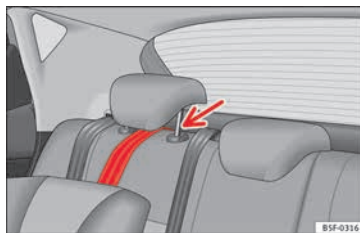

Fig. 34 Correa de sujeción: correcto ajuste y montaje.
- Coloque la correa por debajo del apoyacabezas del asiento posterior » **fig. 34** (levante el apoyacabezas si es necesario).